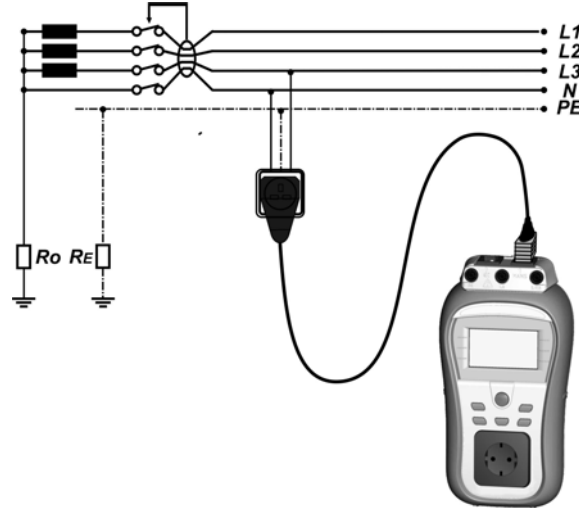

Abbildung 5.41: Spannungsmessung über das IEC-Kabel
- Das IEC-Kabel an den Stromanschluss des Instruments und an die externe Netzsteckdose anschließen, wie in **Abbildung 5.41** gezeigt.